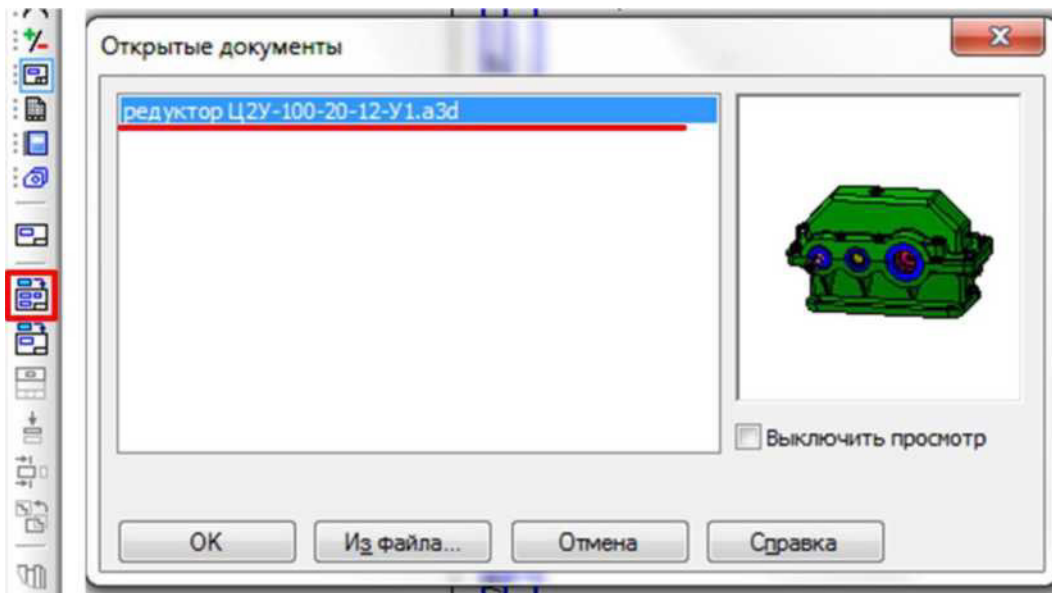

Рисунок 1.
1. На панели **Компактная** нажмите кнопку вызова  инструментальной панели **Виды**, на которой выберем команду **Стандартные виды** . На экране появится диалоговое окно, в котором следует выбрать модель, для которой необходимо создать чертеж в трех видах (в нашем случае это модель редуктора), рисунок 1.